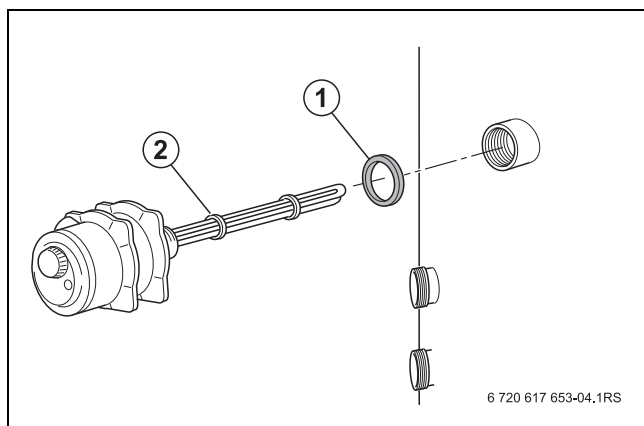

Fig. 12 Montage de l'insert chauffant électrique
- Monter et brancher l'insert chauffant électrique dans la position prévue (→ fig. 2, page 5 et fig. 12, page 11). Respecter la notice d'installation de l'insert chauffant électrique, les directives d'installation locales en vigueur ainsi que les consignes de sécurité indiquées au chap. 1.2.